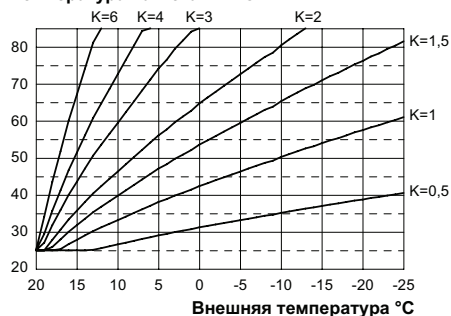
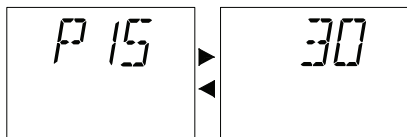

Рисунок 5.24
Рисунок 5.29
При подключении внешнего датчика с целью оптимизации температуры отопления данный параметр необходимо настроить с учетом производительности системы (Рисунок 5.24). Например, чтобы обеспечить в системе отопления температуру нагнетания, равную 60°C, когда внешняя температура равна -5°C, необходимо установить коэффициент К на 1,5 (пунктирная линия, см. Рисунок 5.24).
- Поворачивая регулятор (Рисунок 5.29), установите желаемое значение в диапазоне от минимального 30 (на ЖК-дисплее параметр P15 будет загораться поочередно с 30) до максимального 255 в зависимости от кривой коэффициента K, выбранной на рисунке, расположенном выше (см. Рисунок 5.24).